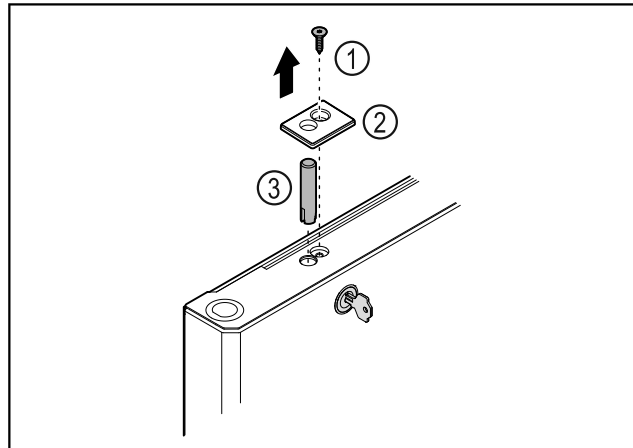

Fig. 38
- ▶ Vegye ki a csavart Fig. 38 (1).
- ▶ Pattintsa ki a burkolatot Fig. 38 (2) egy csavarhúzó segítségével, és vegye le.
- ▶ Húzza ki a zárscapot Fig. 38 (3).